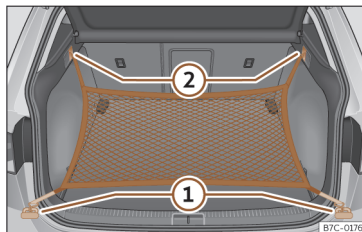

Fig. 167 Na bagageira: argolas ① e ganchos ② para fixar o saco de rede.
- Fixe os ganchos curtos da rede nas argolas de fixação >>> **Fig. 167 ①** >>> . O fecho de correr do saco deve ficar voltado para cima.
- Fixe as fitas nos ganchos para prender sacos ②.